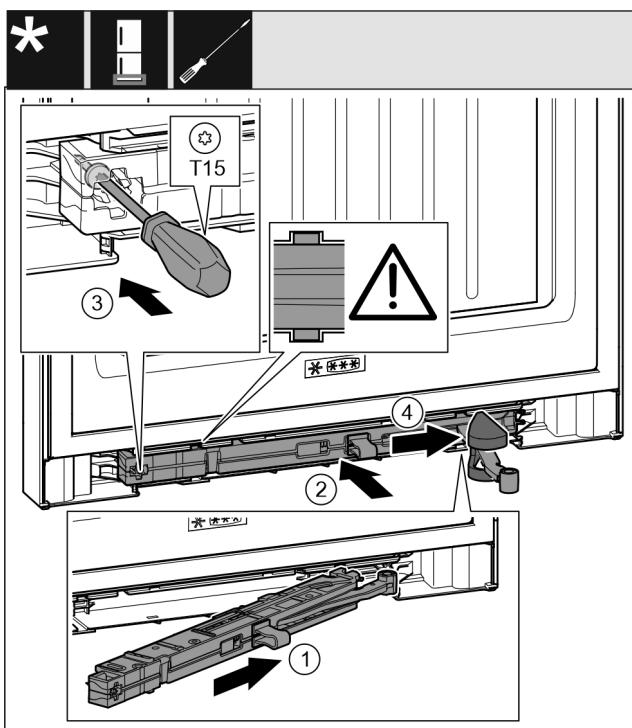

Fig. 37
- Jednotku tlmiča uzatvárania zasuňte na strane ložiskovej konzoly až na doraz šikmo do vybrania. Fig. 37 (1)
- Jednotku tlmiča uzatvárania zasuňte úplne do vybrania. Fig. 37 (2)
- Skrutkovačom T15 pevne zaskrutkujte skrutku. Fig. 37 (3)
- Na kľú nasuňte kryt. Fig. 37 (4)